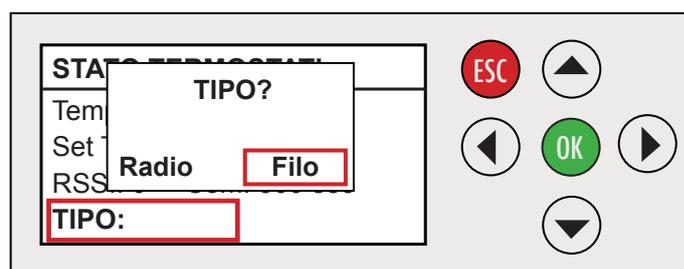

Fig.153
- 4.2 Premere il tasto **OK** e tramite i tasti freccia **◀** **▶** selezionare **TIPO FILO** e confermare con **OK**.(Fig.153)